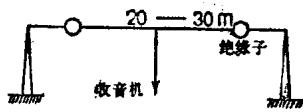

图 1-2
(2) T型天线，如图1-2所示。这种天线是在一条水平导线中部引下一根馈线接至收音机，其形状似拼音字母T字，所以叫T型天线。